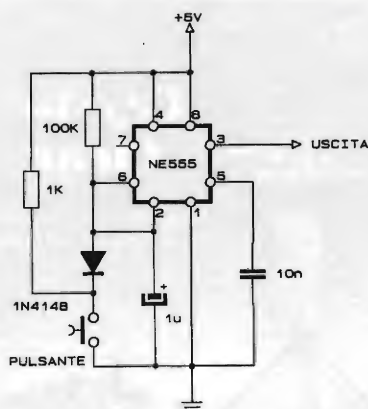

figura 18 - Circuito elettrico dell'interruttore antirimbalo con NE555.
– **Generatore di impulsi.** Nel nostro caso è un banalissimo interruttore elettronico antirimbalo basato su di un 555 (figura 18). Per collaudare i nostri circuiti è sufficiente! Una volta realizzati i due circuiti, il funzionamento dell'interruttore elettronico può essere verificato ponendo sull'uscita un tester.